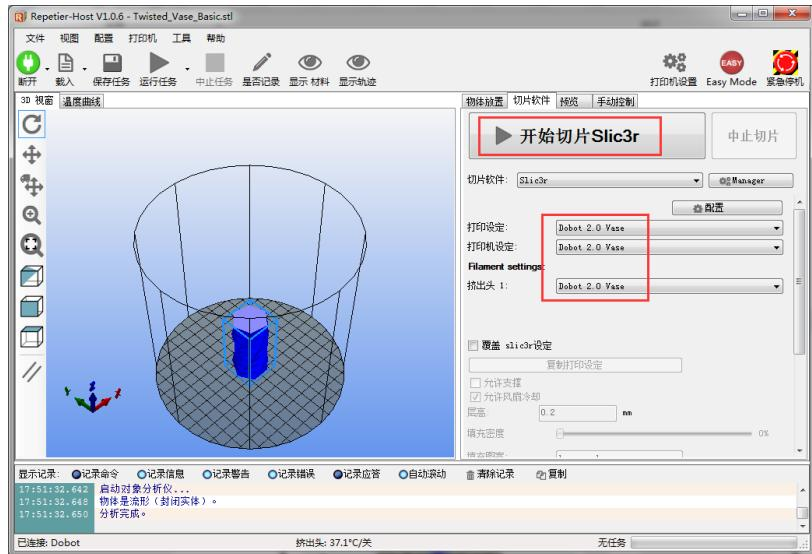

图 5.138 开始切片
4. 在Repetier Host页面右侧的“切片软件”页签单击“开始切片”，即可完成切片，如图 5.138 所示。